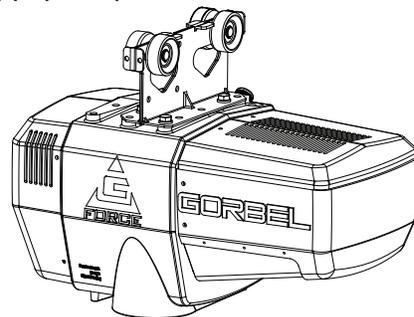

Figura 1. Gruppo azionatore.
**Assemblaggio Standard:** Il G-Force® consiste nei seguenti tre (3) gruppi principali:
1) **Azionatore (figura 1):** Il gruppo azionatore contiene la trasmissione della potenza di sollevamento del G-Force®. Il gruppo guida dell'azionatore consiste nel servomotore con freno fail-safe, la scatola del cambio, il tamburo principale, e i comandi. Il gruppo azionatore contiene anche i fincorsa (superiore e inferiore). **Per ulteriori dettagli, consultare le sezioni Meccanismo di sollevamento (pag.21) e Caratteristiche dell'interfaccia comandi (pag.24).**